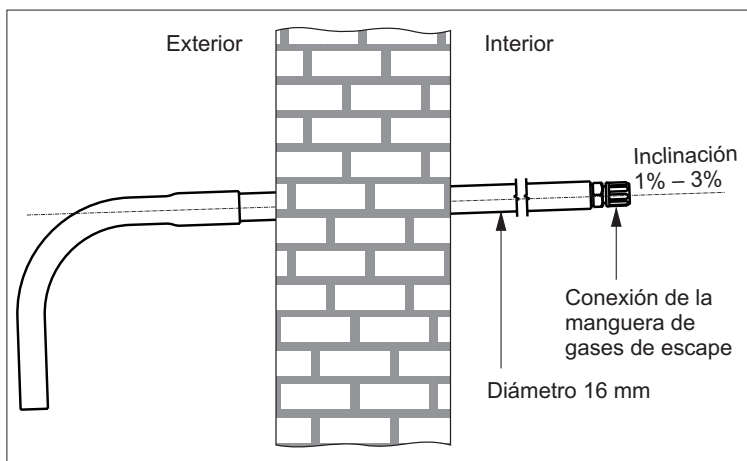

Fig. 5: Montaje del pasamuro en un muro externo (representación esquemática)
- Si la manguera de gases de escape se conduce hacia el exterior a través de un muro externo, dicha manguera debe tener un diámetro mayor en el área del muro y pasarse por el muro con una inclinación (fig. 5).